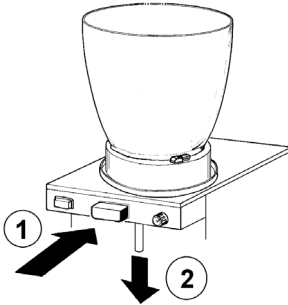

figure 1
3 Appuyez (1) sur la touche de commande du robinet et faites glisser (2) le bouchon de caoutchouc du robinet vers le bas (voir figure 1).